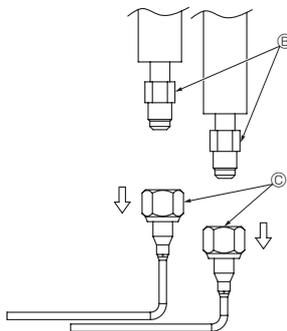

Fig. 3-12
- (5) Desserrer l'écrou du côté des tuyaux en forme de L à l'aide de deux clés, puis déposer les tuyaux (C) et les mettre au rebut. (Tuyau d'eau entrant et tuyau d'eau sortant) (Fig. 3-12)